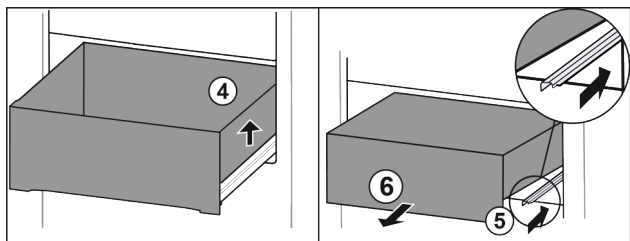

Fig. 106
- ▶ Podignite ladicu desno. *Fig. 106 (4)*
- ▶ Gurnite desnu vodilicu. *Fig. 106 (5)*
- ▶ Izvadite ladicu prema naprijed. *Fig. 106 (6)*